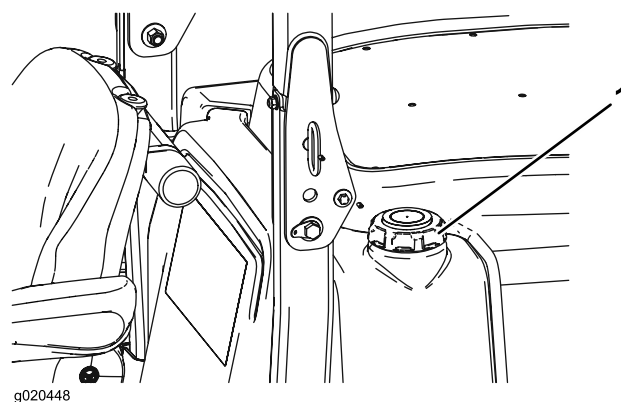

Figure 10
3. Retirez le bouchon du réservoir de carburant (Figure 10).